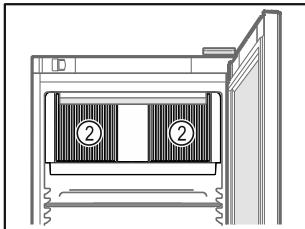

Fig. 81
- ❑ Lüftungsschlitz Fig. 81 (2) des Umluftgebläses im Innenraum freihalten.